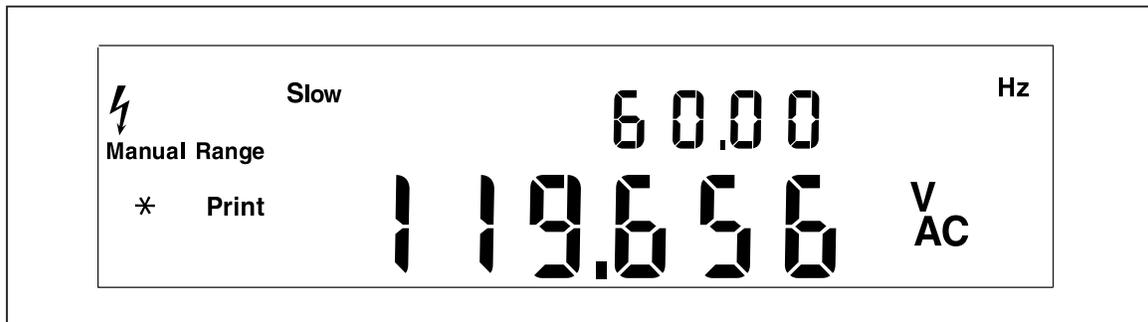

図 A-1. AC 電圧と周波数を表示するデュアル・ディスプレイの例
5. テスト・リードの測定端を電源コンセントに差し込みます。第1ディスプレイに電源電圧、第2ディスプレイに電源周波数が、図A-1 様な形で表示されます。それぞれの測定値は国や地方などによって異なります。